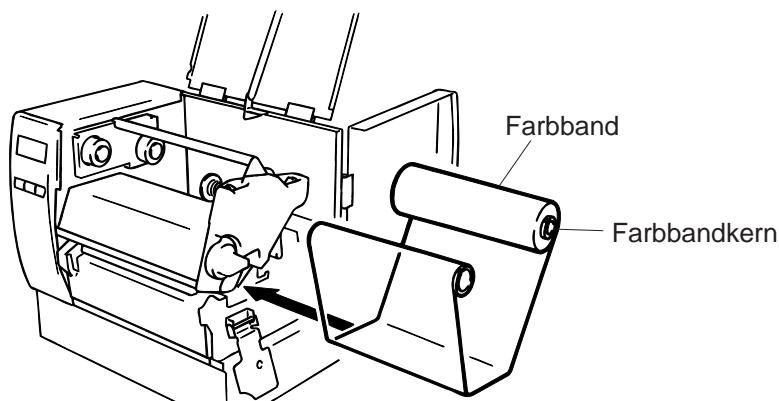

Abb. 7-2
- ①: Etiketten oder dünnes Kartonmaterial
- ②: dickes Kartonmaterial
3. Wickeln Sie das Farbband, wie in Abbildung 7-2 gezeigt ein wenig ab.